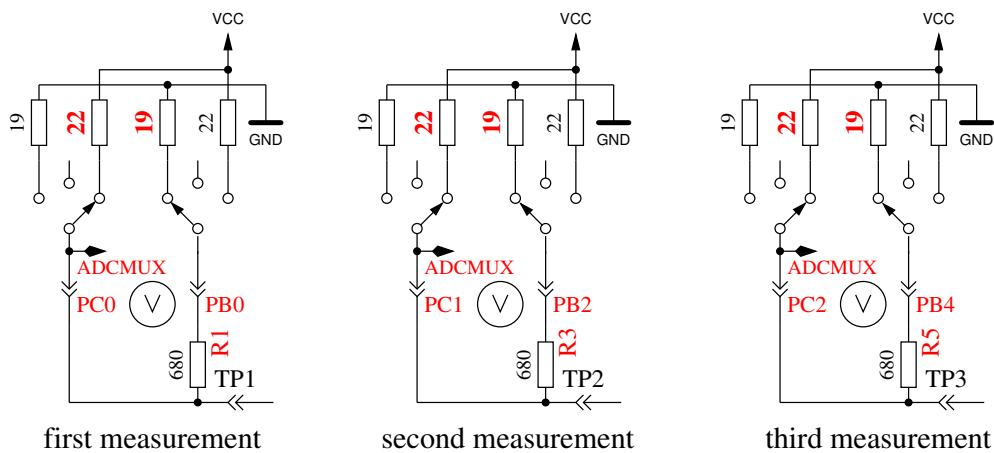

Abbildung 5.38: Messung des Innenwiderstandes des auf VCC geschalteten Port C Ausgängen.
8. **Messung des Innenwiderstandes von auf VCC geschalteten Port Ausgängen.** Der benötigte Strom wird von auf GND geschalteten 680Ω Widerständen geliefert. Der Text in der ersten LCD Zeile ist „Ri.Hi= (mV)“, wenn keine AUTO_CAL Option gesetzt ist. Mit gesetzter AUTO_CAL Option wird nur „Ri.Hi=“ ausgegeben. In der zweiten Zeile des LCDs werden drei Spannungswerte angezeigt als Differenz zu VCC. Es ist die gleiche Messung wie die in Test 7 zur anderen Seite, wie in Abbildung 5.38 gezeigt wird. Mit folgenden Schritten können Sie den Innenwiderstand selbst berechnen: Um den Strom zu berechnen: $(5001 - (\text{Ergebnis von Test 7}) - (\text{Ergebnis von Test 8})) / 680$. Sie können beide Widerstandswerte erhalten, indem Sie die jeweilige Spannung (Ergebnisse von Test 7 oder Test 8) durch diesen Strom dividieren. Wenn die AUTO_CAL Option gewählt wurde und der vorige und dieser Test achtmal wiederholt wurden, wird der Mittelwert der Innenwiderstände der Ausgabe-Ports im EEprom festgehalten. Das Ergebnis für diesen Test wird dann in Zeile 1 in $d\Omega$ angezeigt, der letzte Wert der Zeile 2 ist dann das Ergebnis für den vorigen Test (auf GND geschaltet). Diese Werte stehen dann für weitere Messungen zur Verfügung.